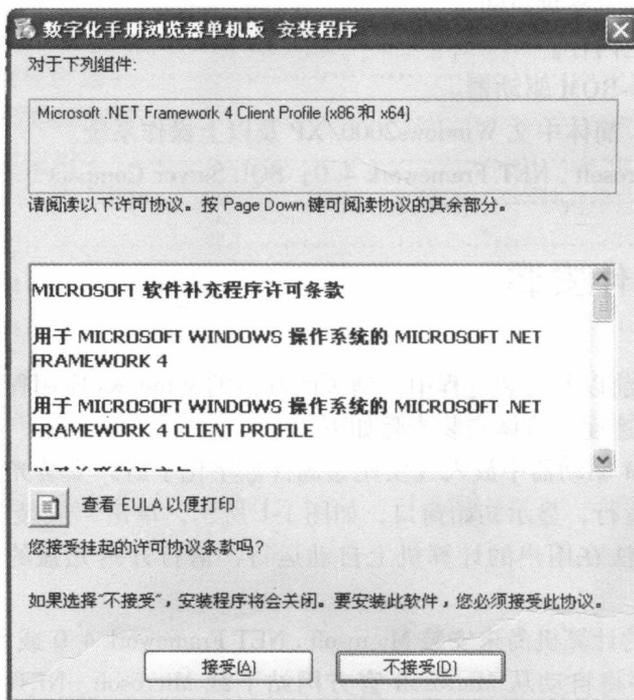

图 1-2 .NET 文件安装窗口
- 3) 如果用户的计算机尚未安装 Microsoft .NET Framework 4.0 或 SQL Server Compact 3.5 SP2，安装程序将自动从 Microsoft 官方网站下载 Microsoft .NET Framework 4 Client Profile 安装包或 SQL Server Compact 3.5 SP2 安装包，并在下载完成后自动运行安装，如图 1-2 所示。